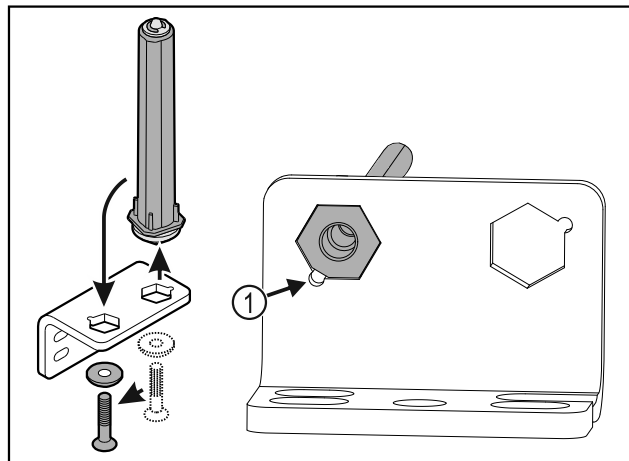

Fig. 30
- ▶ Dbejte, aby při vsazování ukazovalo zešíkmení čepu Fig. 30 (1) ke kulatému otvoru.